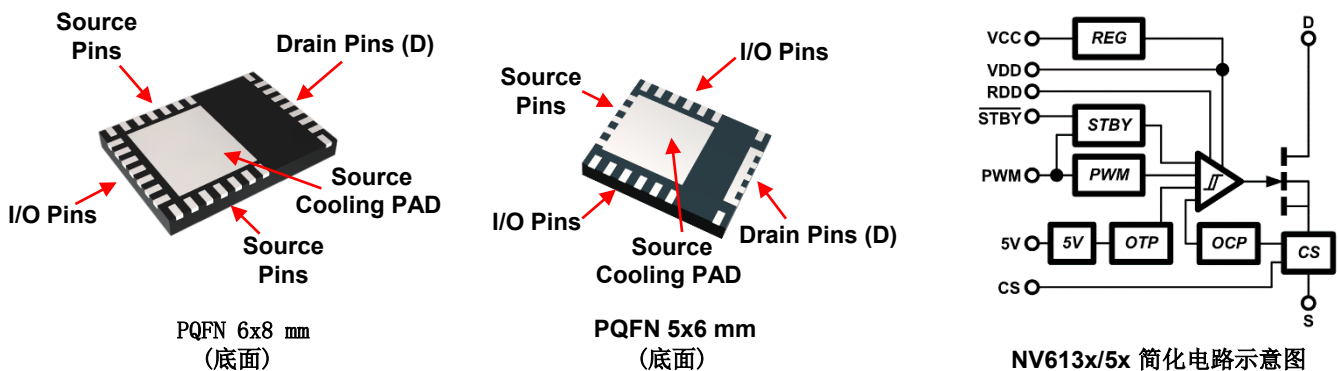

图1. PQFN 6x8 and 5x6 封装和简化电路
NV611x和NV612x GaNFast 系列产品已经被很多高功率密度电源厂商所采用是因为集成了门级驱动、宽范围VCC供电电源、PWM输入、内置ESD保护电路和大片底部散热层。这些关键的特性结合纳微700V氮化镓技术使得高频工作具有易使用、有设计灵活性并可兼容所有主流的拓扑和控制器。为了进一步增强GaNFast产品系列，GaN Sense技术能够提供最先进的无损电流检测氮化镓芯片，以及额外的过流保护和过温保护。自动待机模式能够降低空载和轻载损耗。封装有PQFN6*8和5*6两个版本，芯片管脚信息如下图1 漏极 pin (D)，源极 pin (S)，I/O pins，以及一个源极散热面 (PAD)。I/O pin包括IC供电管脚，PWM输入脚，dv/dt开通斜率控制脚，电流检测输出脚。功率变换器的大部分开关电流都从氮化镓FET的漏极流向源极。从氮化镓IC产生的热会通过源极散热片导向PCB。大块PCB铺铜面和过孔会将热传到PCB的另一侧并/或传到拥有大面积铺铜的PCB内层。散热面与功率地PGND相连，这样可以获得更多的PCB散热面积。